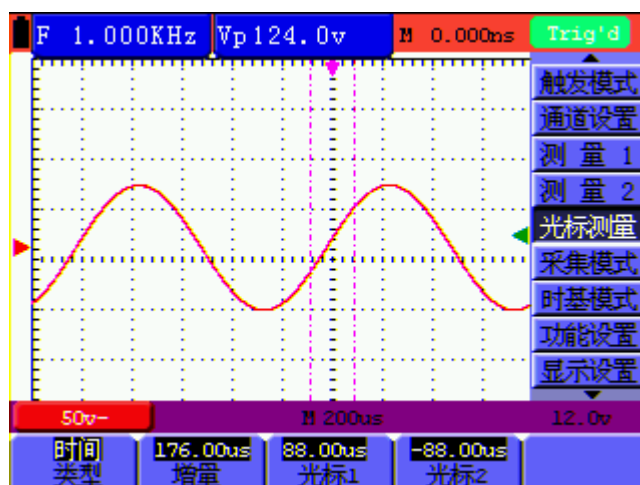

图 47: 光标时间测量
5. 这时，调整 **OPTION ▲** 或 **OPTION ▼**，可看到虚线 **T1** 左右移动，同时屏幕会显示出 **T1** 相对于 **屏幕中点位置** 的时间值，调整 **OPTION ▶** 或 **OPTION ◀**，可看到虚线 **T2** 左右移动，同时屏幕会显示出 **T2** 相对于 **屏幕中点位置** 的时间值。见图 47：